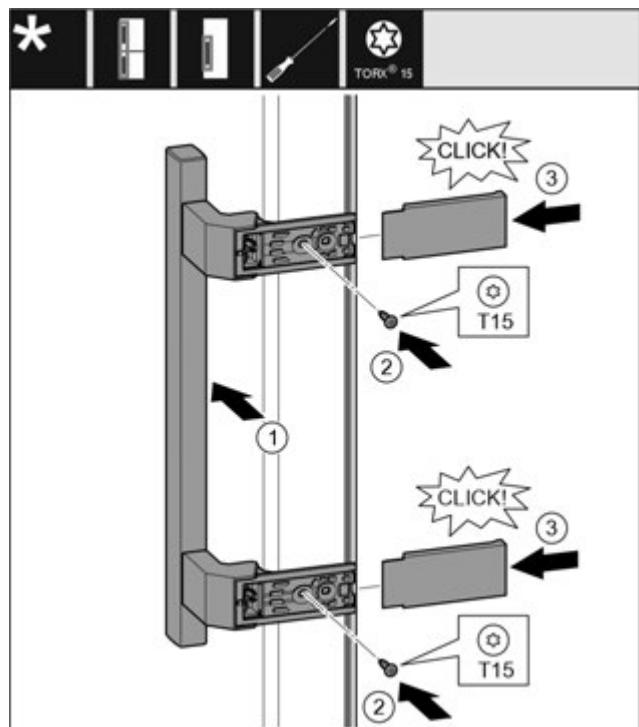

Fig. 21
- Встановіть ручку з протилежного боку. Fig. 21 (1)
- За допомогою викрутки T15 закрутіть гвинти. Fig. 21 (2)
- Встановіть збоку кришки і посуньте їх. Fig. 21 (3)